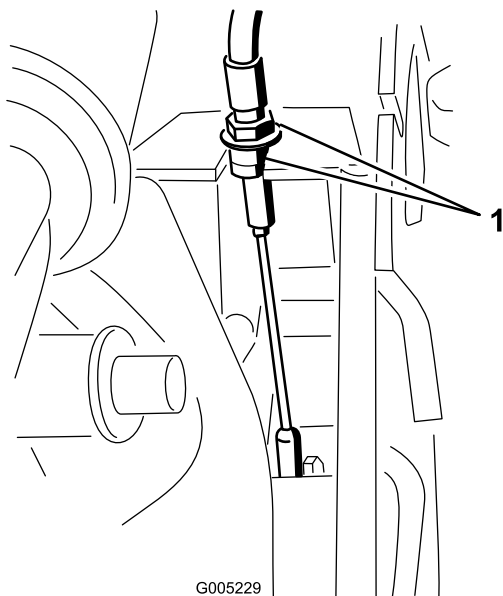

Figura 25
1. Se la trazione automatica non funziona, girate di mezzo giro i dadi del cavo di trasmissione in senso orario per serrare la cinghia (Figura 25).
2. Se il tosaerba si sposta in avanti, girate di mezzo giro i dadi del cavo di trasmissione in senso antiorario per allentare la cinghia (Figura 25).